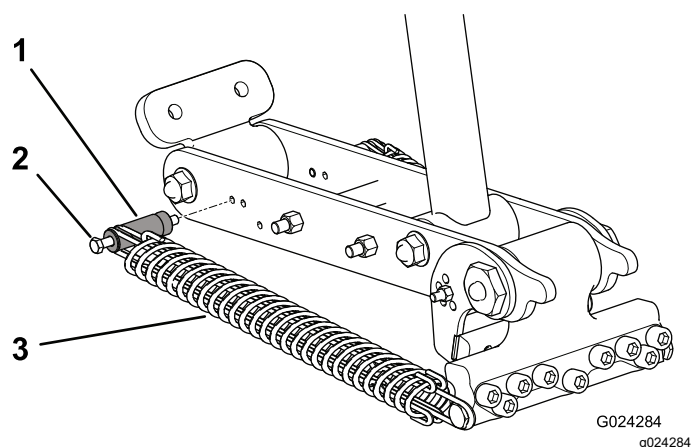
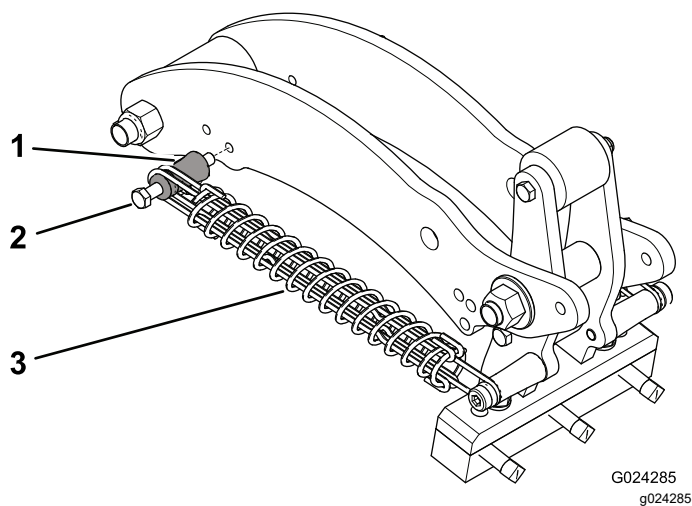

Figura 39
Figura 40
4. Retire a porca que prende o parafuso do poste de montagem da mola no braço de ligação (Figura 39 ou Figura 40).
5. Remova o parafuso do poste de montagem e o poste de montagem do braço de ligação e volte a inserir no outro orifício de ajuste (Figura 39 ou Figura 40).